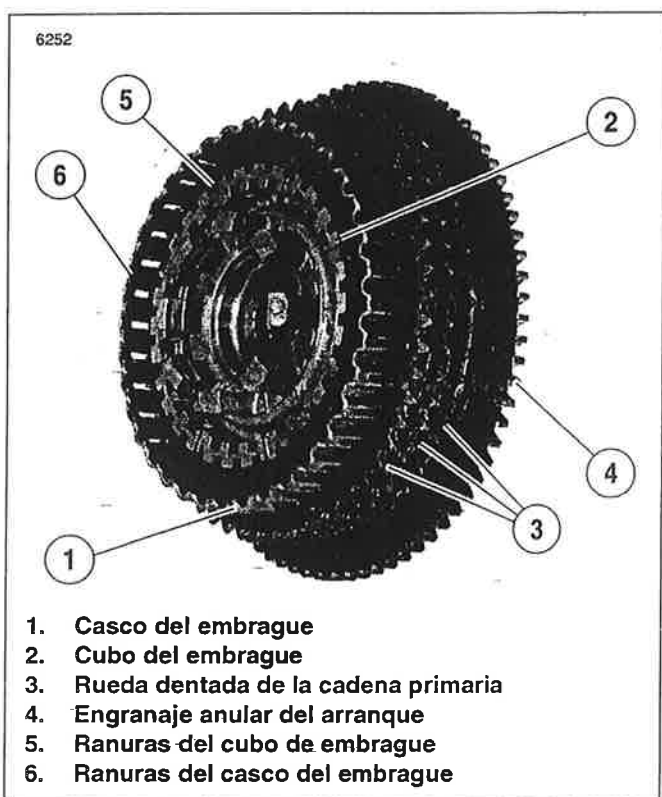

Figura 6-15. Comprobación del cubo del embrague y del casco del embrague
- g. Vea la Figura 6-15. Compruebe la rueda dentada de la cadena primaria (3) y el engranaje anular del arranque (4) en el casco de embrague (1). Si la rueda dentada o el engranaje anular está muy desgastada o dañada, reemplace el casco de embrague.
- h. Compruebe las ranuras (5, 6) que se acoplan con las placas de embrague en el casco y el cubo de embrague (2). Reemplace el casco o el cubo si las ranuras están desgastadas o dañadas.